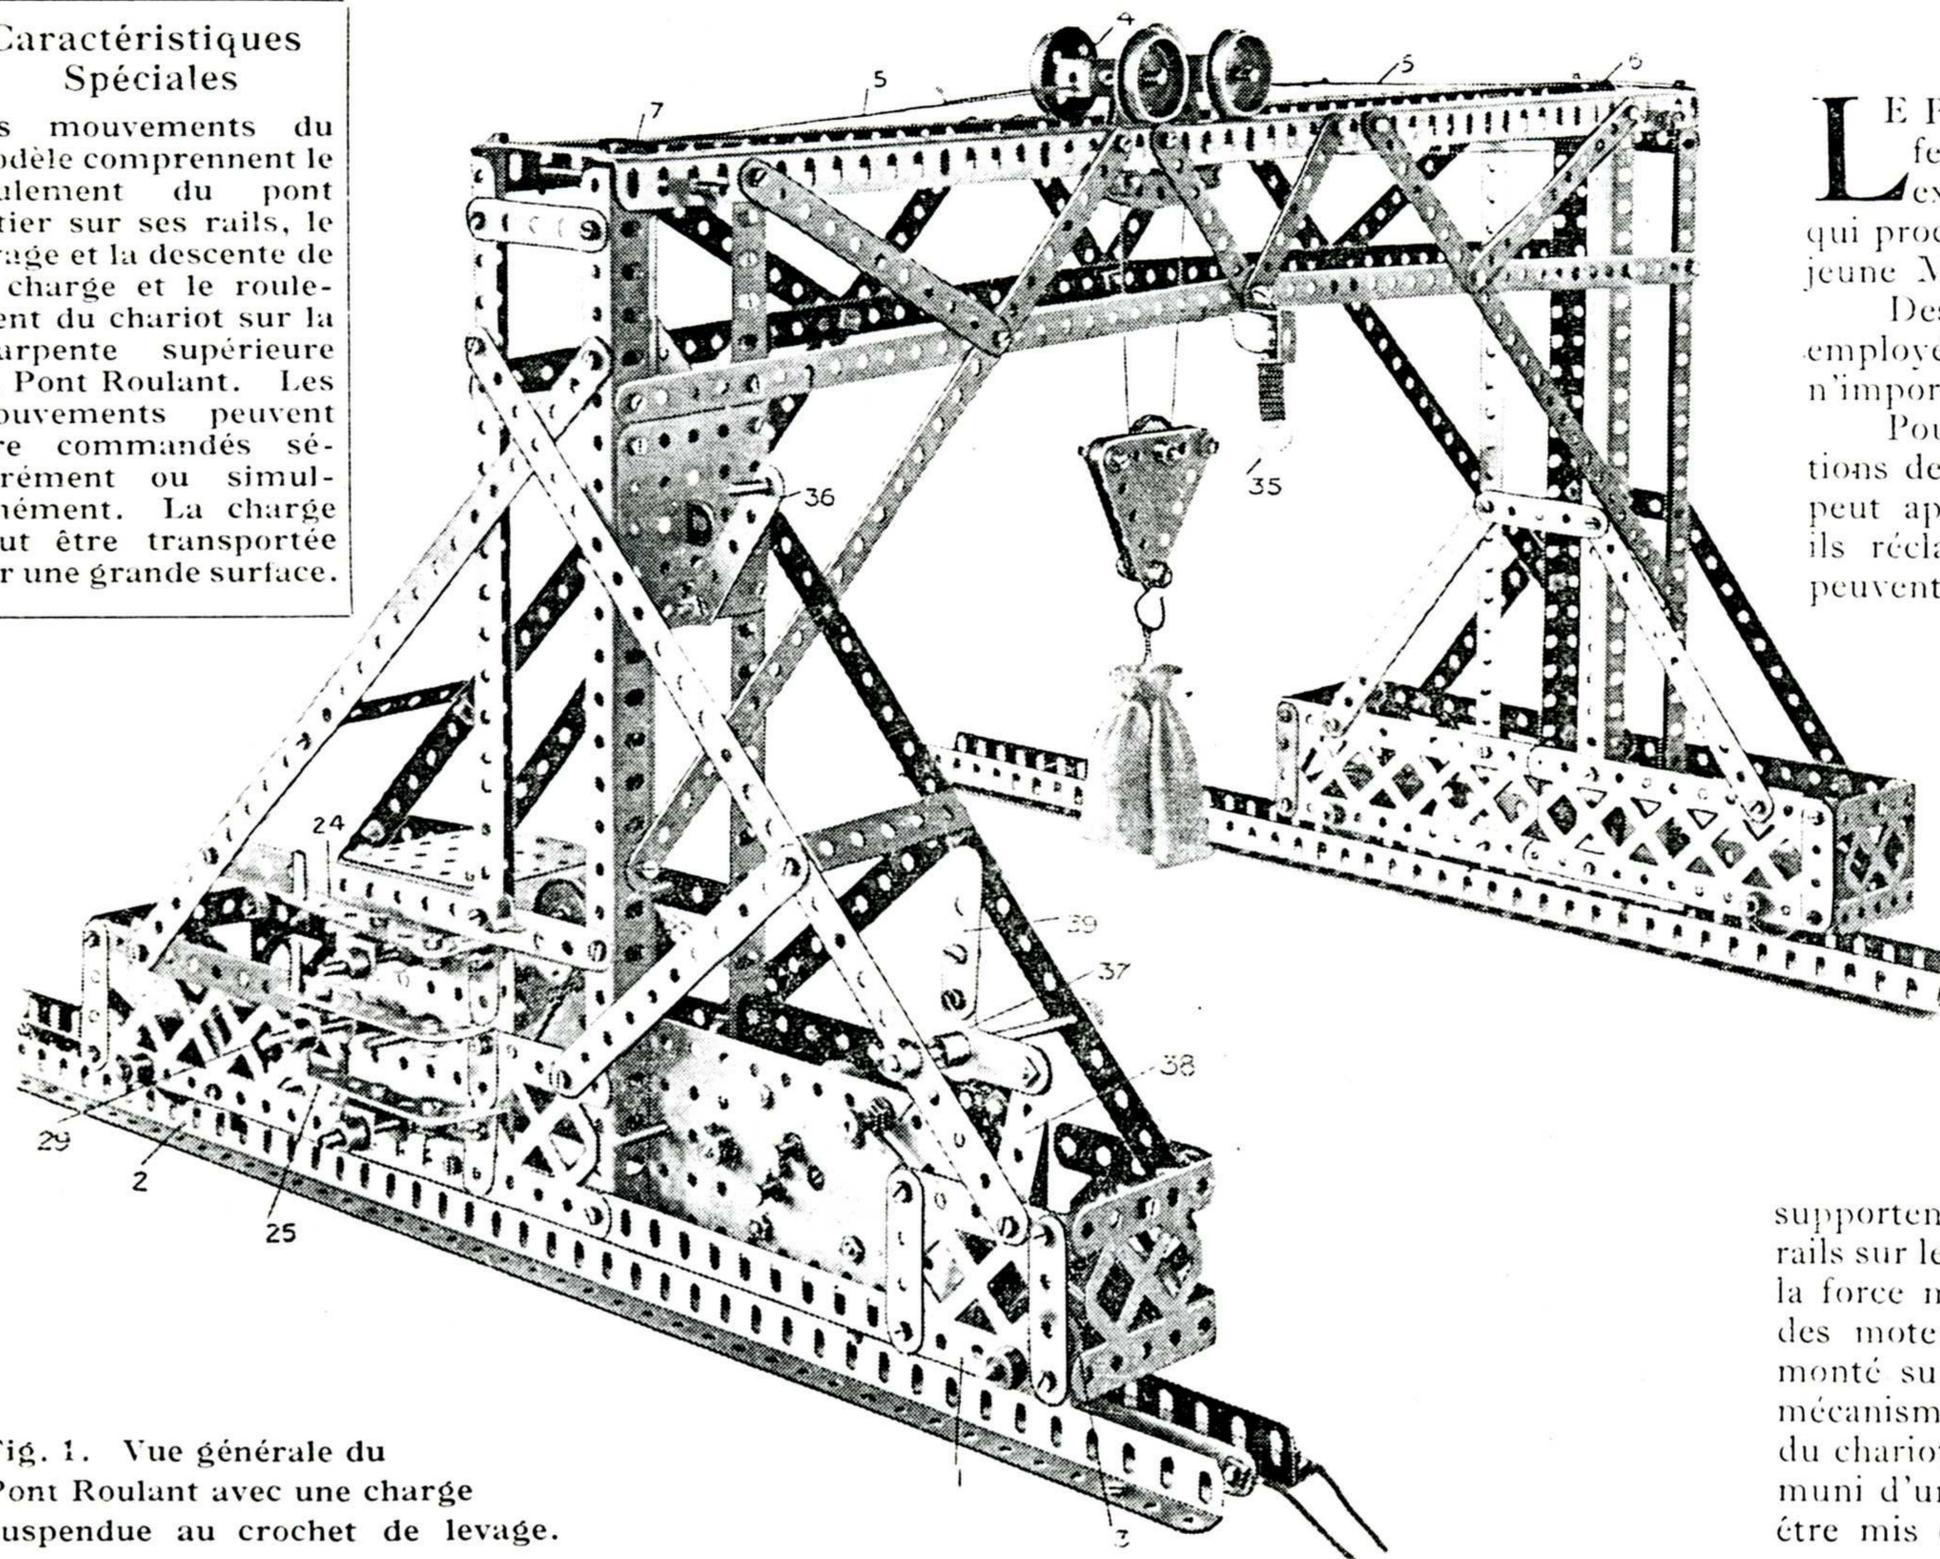
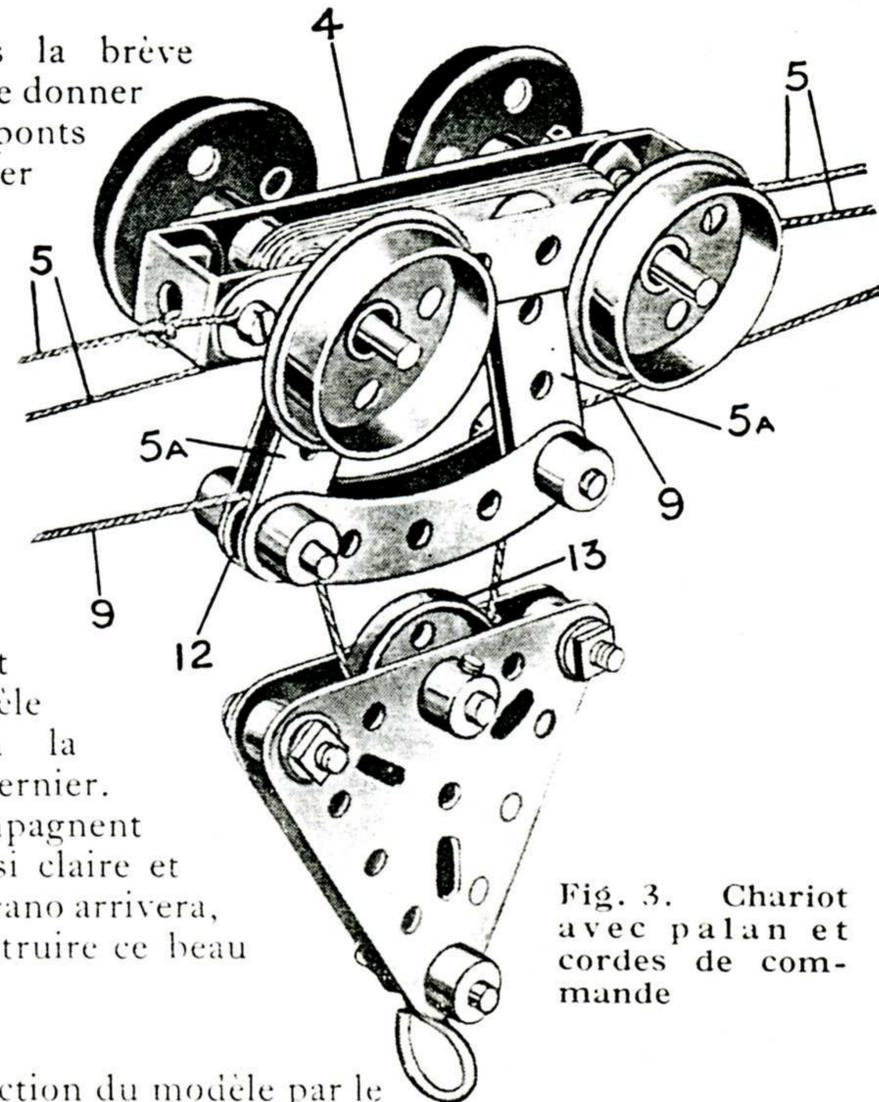
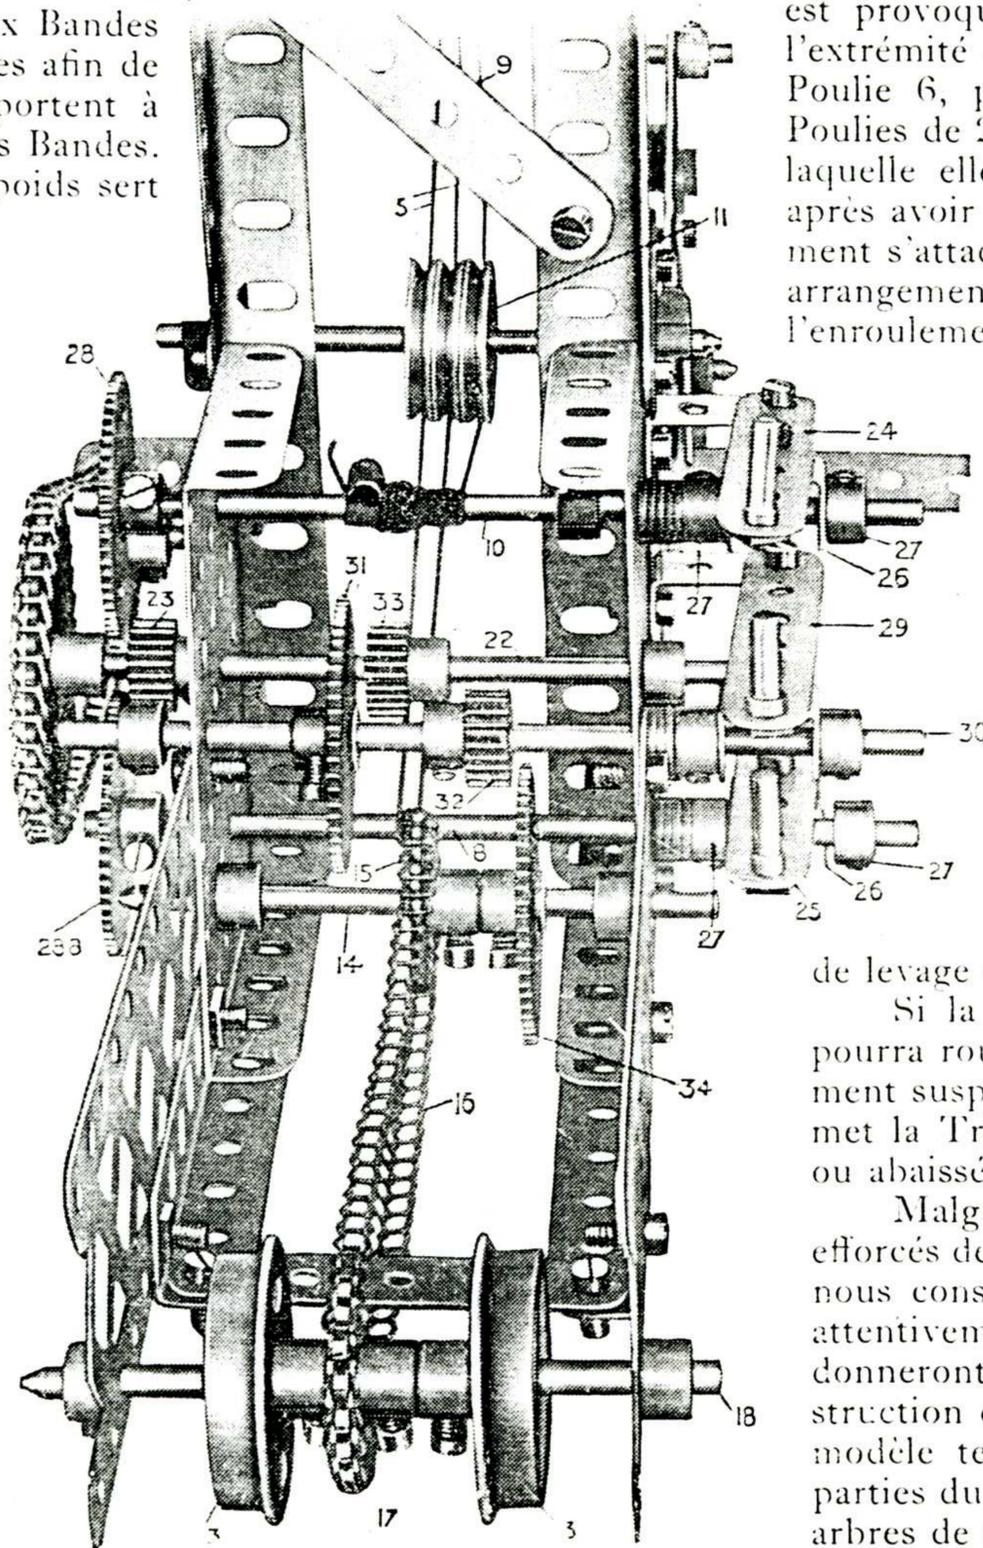
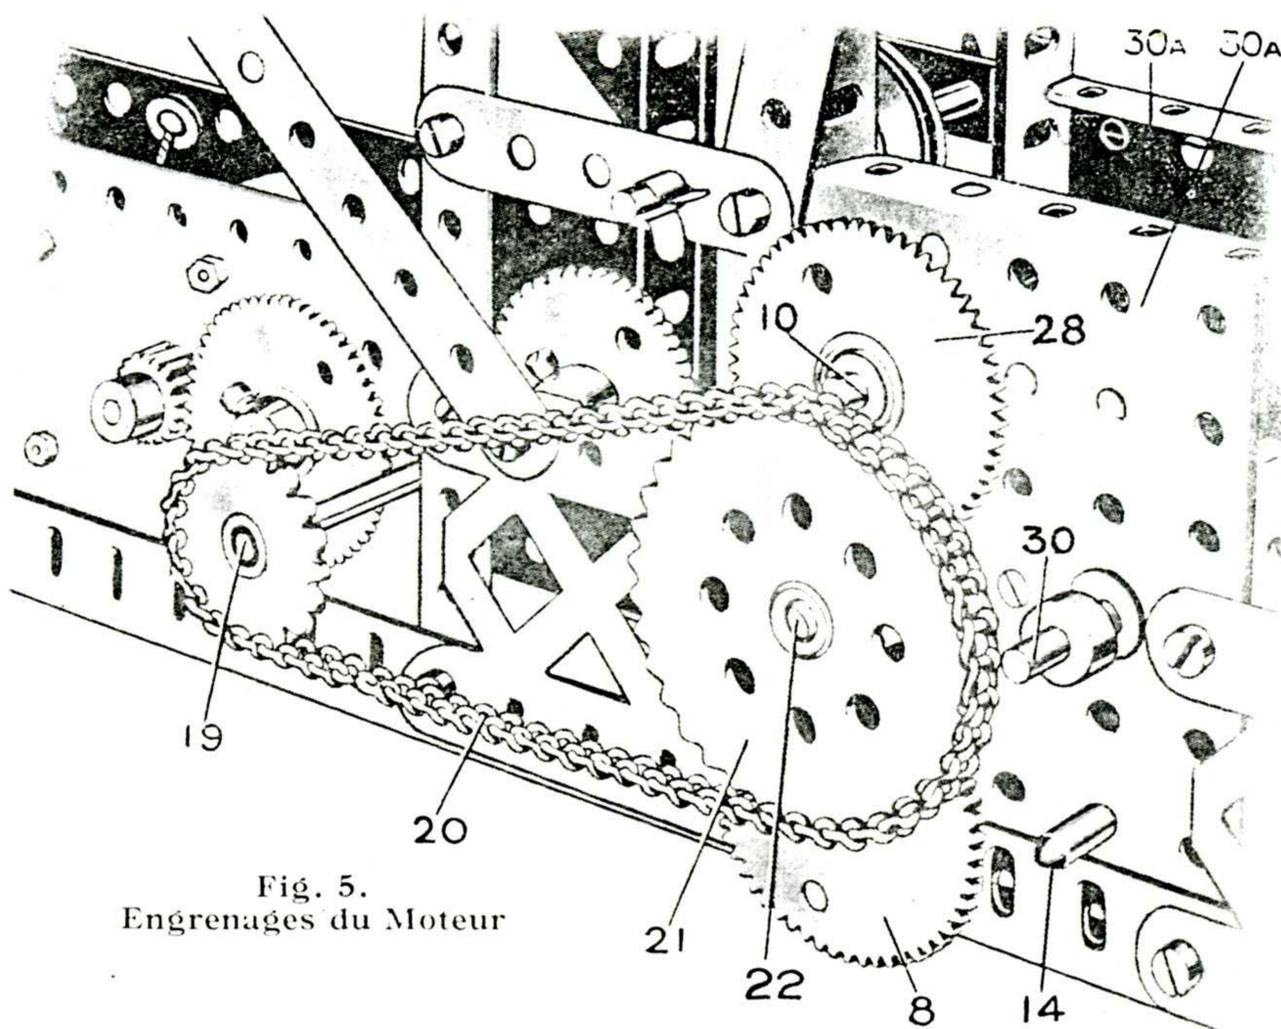

Fig. 1. Vue générale du Pont Roulant avec une charge suspendue au crochet de levage.
Fig. 3. Chariot avec palan et cordes de commande
Fig. 4. Mécanisme et leviers de commande.
Fig. 5.
La photographie du modèle Meccano (Fig. 1) montre clairement la structure d'un pont roulant typique.
On commence la construction du modèle par le montage de la charpente horizontale, ou partie supérieure du bâti. La Fig. 1 en montre tous les détails.
Deux Cornières de 62 cm. jointes entre elles bout à bout sont placées parallèlement l'une à l'autre, et sont reliées à leurs extrémités, par des Bandes de 6 cm. Ceci forme le dessus de la charpente. Le dessous de la charpente est constitué de la même manière, mais les Cornières y sont remplacées par des Bandes de 32 cm. qui sont connectées aux Cornières supérieures à l'aide de Bandes disposées de la façon indiquée par la Fig. 1. Trois Poulies de 25 mm. 7 sont portées librement par une Tringle de 9 cm. passée dans les troisièmes trous des Cornières supérieures.
On remarque (Fig. 1) que la base du pylône qui contient le Moteur Electrique est composée de Cornières centrales de 32 cm. auxquelles sont boulonnées des Longrines de 6 cm. 1 les recouvrant de quatre trous d'un côté et des Longrines de 14 cm. 2 les recouvrant de cinq trous de l'autre.
La base de l'autre pylône représentée sur la Fig. 2 est plus courte et a une structure différente. Les Longrines de 6 cm. 2b (Fig. 2) forment les extrémités des bases. Les Bandes de 6 cm. 2a servent à donner plus de solidité. Quatre Cornières de 32 cm. 3a sont fixées en position verticale et forment la partie essentielle des pylônes. Les deux Cornières verticales extérieures de chaque pylône sont reliées entre elles près de leurs sommets par des Bandes de 6 cm. Les roues motrices 3 (Fig. 1 et 2) sont placées sur des Tringles de 9 cm. passées dans les trous des Longrines qui forment les parois latérales des bases de pylônes.
Deux Plaques à Rebords de 6×9 cm. 30a (Fig. 5) se boulonnent aux Longrines 2. Ces Plaques ne se fixent qu'à la base longue ; la base courte ne doit pas en avoir. On peut encore les fixer en y boulonnant des Bandes de 19 cm. que l'on boulonnera également aux Cornières verticales 3a et aux Cornières de la base. Les bords supérieurs des Plaques à Rebords 30a peuvent être reliés à l'aide d'une Plaque sans Rebords de 6×6 cm., mais on ne la fixera pas avant d'avoir assemblé les engrenages. Tous les autres détails de construction des pylônes et de leurs bases sont suffisamment bien indiqués par les gravures.
Le chariot se construit de la façon suivante. Deux Bandes de 9cm. 4 (Fig. 3) se joignent par des Supports Doubles afin de former un châssis rectangulaire. Les Tringles qui portent à leurs extrémités les roues motrices sont passées dans ces Bandes. Elles portent aussi plusieurs Bandes de 6 cm. dont le poids sert à assurer une pression suffisante des roues sur les rails. Quatre Bandes de 5 cm. 5a se boulonnent à ces Bandes de 6 cm. et leurs extrémités inférieures se boulonnent à des Bandes Incurvées de 6 cm. Les extrémités inférieures des Bandes 5a portent sur des Tringles de 25 mm. des Poulies de 12 mm.
L'arbre du Moteur 19 (Fig. 5) actionne par l'intermédiaire de la Chaîne 20, une Roue Dentée 21 située sur une Tringle 22 qui est également munie d'un Pignon de 12 mm. 23 (Fig. 4).
Le roulement du chariot sur les rails du pont roulant est provoqué par la traction de la corde 5, qui part de l'extrémité éloignée du chariot (Fig. 1) passe autour de la Poulie 6, puis revient pour passer par dessus l'une des Poulies de 25 mm. 7, et descend vers la Tringle 8 autour de laquelle elle fait trois tours. De là la corde remonte et, après avoir passé autour d'une autre Poulie 7, vient finalement s'attacher à l'autre extrémité du chariot. Grâce à cet arrangement de la corde, la rotation de la Tringle 8 causera l'enroulement d'une extrémité de la corde du chariot et le déroulement de l'autre, et, par conséquent, fera rouler le chariot sur ses rails le long de la charpente horizontale du pont, la direction du chariot dépendant du sens de rotation de la Tringle.
Une corde spéciale 9 commande le levage et la descente de la charge. Elle est enroulée sur la Tringle supérieure 10 (Fig. 4) d'où elle va se fixer à l'extrémité opposée de la charpente horizontale en passant successivement par la poulie de renvoi 11, la troisième Poulie 7 (Fig. 1), la Poulie de 12 mm. 12 (Fig. 3), la Poulie de 25 mm. 13 du palan de levage et enfin la seconde Poulie de 12 mm.
Si la Tringle 10 (Fig. 4) reste immobile, le chariot pourra rouler sur ses rails en laissant la charge immuablement suspendue à une certaine hauteur. Si par contre, on met la Tringle 10 en rotation, la charge se trouvera levée ou abaissée suivant le sens de cette rotation.
Les rails sur lesquels roule le modèle sont formés de Cornières parallèles que l'on fixera de préférence, à une planche. La Fig. 1 montre la disposition des rails.
petite lampe électrique dont l'allumage se commande par un simple interrupteur (voir Fig. 1) mais, naturellement, c'est une question de goût personnel qui n'a pas d'importance essentielle pour le modèle. L'interrupteur de la lampe est représenté sur la Fig. 1 (36).
Le Porte-Lampe (pièce Standard Meccano No. 310) est fixée à un Support Double boulonnée à une des Cornières du portique comme l'indique la Fig. 1. Les connections électriques sont arrangées de la façon suivante : un fil de l'une des bornes de l'Accumulateur vient se fixer directement à l'Equerre sur laquelle pivote le bras de l'interrupteur, tandis que l'autre Equerre est connectée à la partie extérieure du Porte-Lampe. La vis platinée du Porte-Lampe est connectée directement à l'autre borne de l'accu.